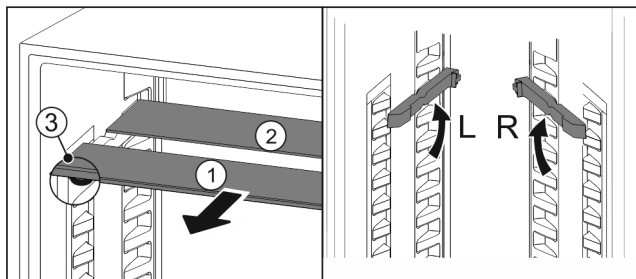

Fig. 57
- ▶ Wyciągnąć Fig. 57 (1) pojedynczo półki szklane do przodu.
- ▷ Płyta szklana Fig. 57 (1) z listwą ozdobną znajduje się z przodu.
- ▷ Stopery Fig. 57 (3) wskazują w dół.